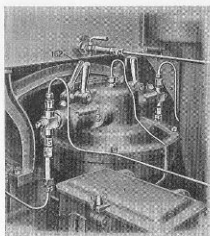

Fig. 12.
Då pumparna skola försättas ur funktion, d. v. s. då motorn skall stannas, föres handspaken (162) över i det i fig. 12 visade läget, varvid pumprullarna tryckas ut, så att pumpnocken ej kan påverka densamma.
För att förväxling ej skall äga rum, äro sugventilerna märkta med "S", tryckventilerna med "T" och backventilerna med "B" (se fig. 12 och 13).